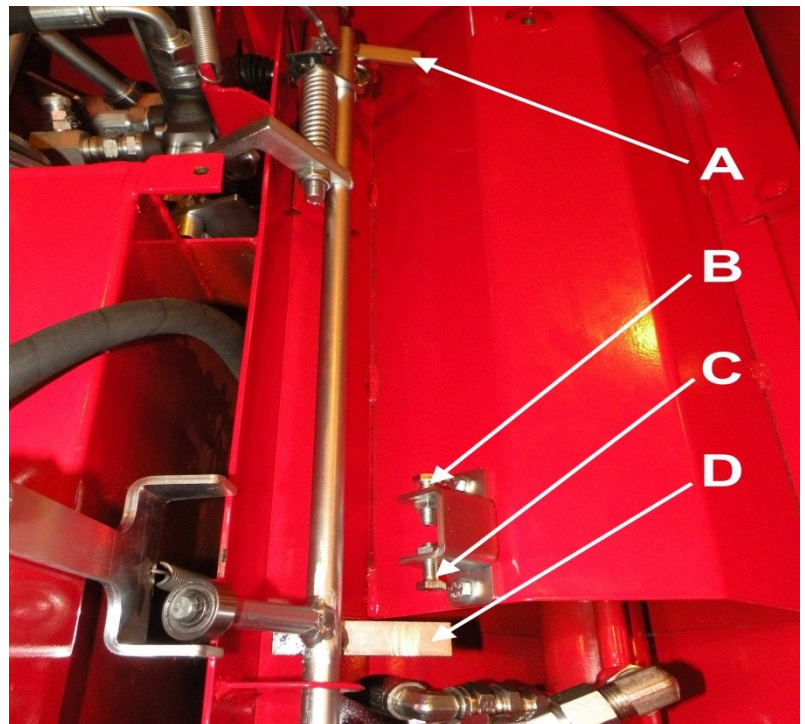

Bild 26.
3. Med ställskruv B (bild 26) kan man ställa in klyvcylinderns slaglängd, det vill säga i vilket läge klyvcylindern byter från klyvläge till returläge. Om slaglängden till exempel är för kort (slagcylindern kommer inte tillräckligt nära klyvbettet), vrid justerbult B längre bort sedd från skiva A (bild 26), det vill säga mer fast och tvärtemot.
4. Med ställskruv C (bild 26) kan man ställa in klyvcylinderns ursprungsläge. Genom att justera skruven påverkar man tidpunkten då klyvcylindern avslutar returrörelsen och klyvcylindern stannar. Ifall klyvbalken inte helt återgår till ursprungsläget (balken blir synlig ovanför klyvrännan), vrid justerbult C längre bort från platta D, det vill säga mer fast och tvärtemot.